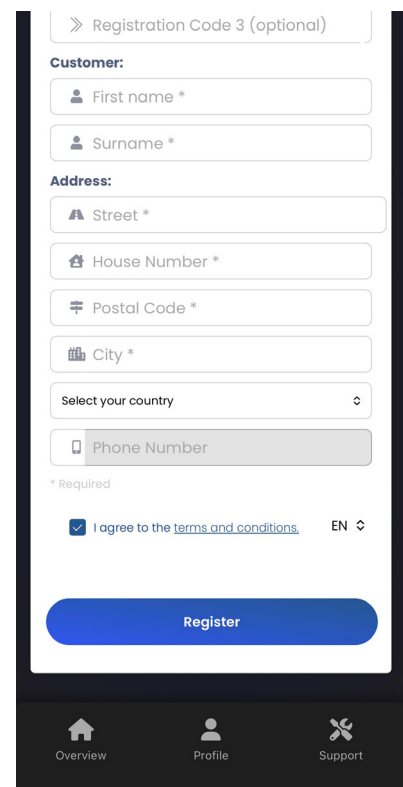

Abb. 69 Registrierung
2. Klicken Sie auf „Registrieren“ (siehe Abb. 69). Nun haben Sie ein Konto erstellt und können sich mit Ihrer E-Mail Adresse und dem Passwort anmelden.